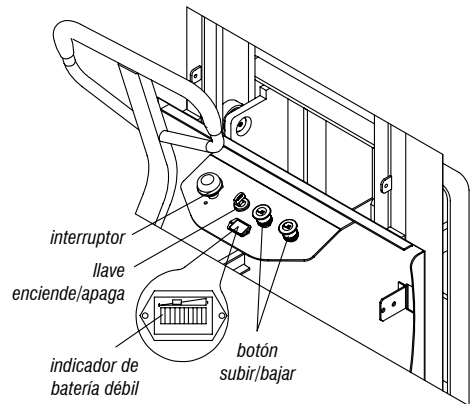

Fig. 3 – Panel de control
2. Confirme si hay electricidad en las baterías, destrabe la puerta semieléctrica y verifique el coulómetro en el panel de control de la transpaleta. Si una barra en la extremidad izquierda estuviera brillante, esto indica que no hay electricidad (vea la Fig. 3) y que la carga debe ser realizada inmediatamente. Es estrictamente prohibido operar la transpaleta sin electricidad, pues esto reducirá mucho la vida útil de las baterías e incluso podrá dañarlas.